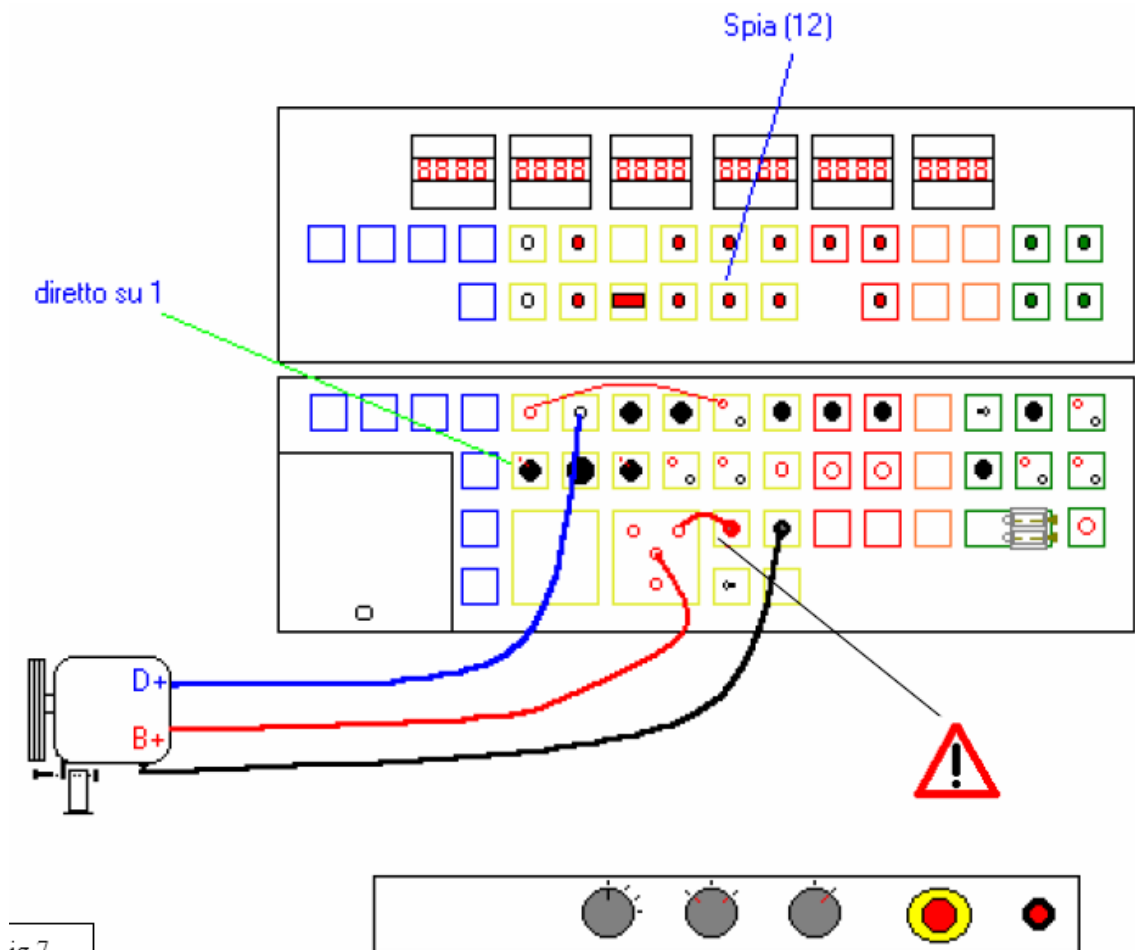

Рис. 7.
- Вышеуказанное соединение можно увидеть на Рис. 7.